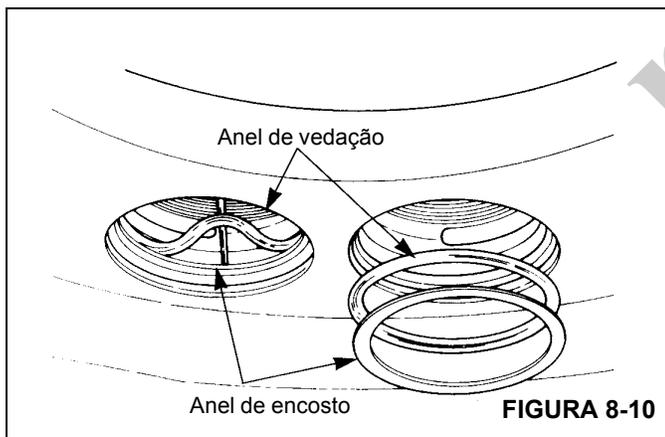

FIGURA 8-10
10. Remova e descarte os anéis de vedação e os anéis de encosto (Figura 8-10).